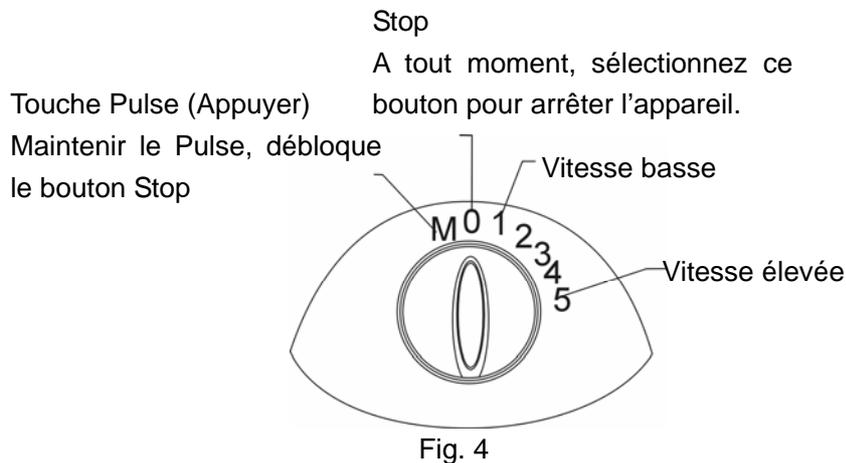

Fig. 4
5. Branchez la prise et réglez le Sélecteur de Vitesse au niveau souhaité. Vous pouvez régler la position "M" si vous souhaitez accélérer le processus de mélange. L'information détaillée sur le Sélecteur de Vitesse est indiquée par la figure 4 ci-dessous.